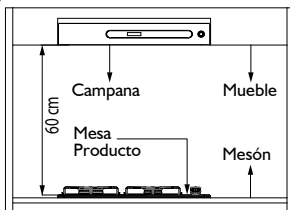

Figura 12
- Recuerde que la distancia mínima entre la mesa del producto al mueble debe ser de 60 cm. (Ver figura 12)
- Al instalar la campana, deje un espacio libre mínimo de 60 cm entre la superficie de la mesa del producto y la base inferior de la campana. (Figura 12)